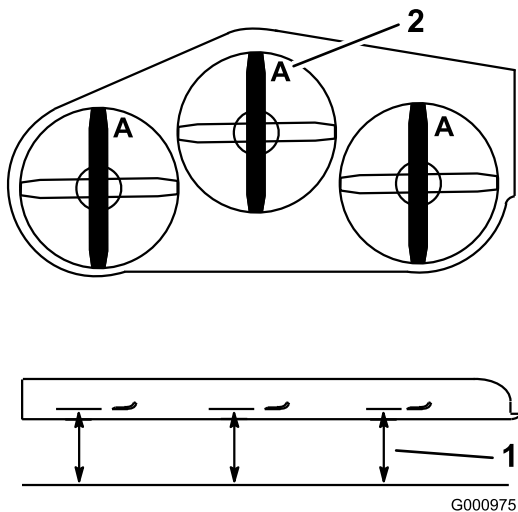

Figure 99
3. Tournez les lames dans le sens longitudinal (Figure 99). Mesurez la distance entre la surface plane et le tranchant (position A) des lames (Figure 99). Notez cette valeur.